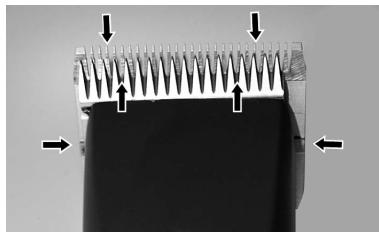

Fig. 22
For å oppnå gode klippemaskinesultater og for å øke levetiden til klippemaskinen og klippehodet, må du påføre et tynt lag med olje mellom det øvre og nedre bladet (fig. 22).
- ▶ Smør bladene tilstrekkelig under klippingen (minst hvert 15. minutt), slik at de ikke går tørre (fig. 22).
Bladene må oljes før, under og etter hver gang de brukes. Når bladene på klippemaskinen etterlater stripere eller går med redusert hastighet, er dette et tegn på at olje kreves. Påfør noen dråper olje foran på sidene av klippebladene (se pilene i fig. 22). Tørk av overflødig olje med en tørr klut. Smøresprayer har ikke nok olje til å opprettholde god smøring, men hjelper til med å kjøle ned blade ne. Skadede eller sløve blader må straks skiftes ut for å unngå skader.